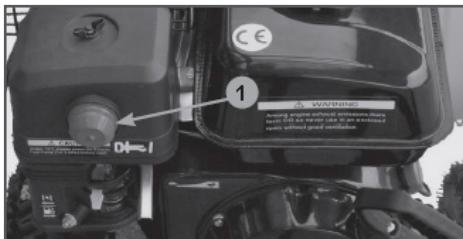

Рис. 16 Расположение ручного топливного насоса
- Нажмите 3 раза на ручной топливный насос 1 (Рис. 16).